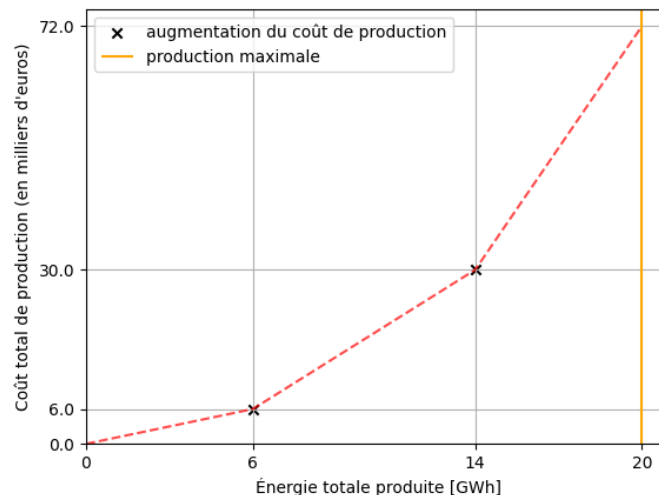

FIGURE 1 – Exemple d'évolution de coût de production pour une centrale à gaz
- **Les centrales à gaz** : Celles-ci sont plus flexibles et vont nous permettre de compenser les manques du solaire et de l'éolien. Par contre, elles n'ont pas un coût de production marginalement nul, car il faut acheter et brûler du gaz. On suppose pour les besoins de l'exercice que le coût marginal de production du GWh n'est pas linéaire pour une centrale dû à une baisse d'efficacité avec la quantité produite. On modélisera cette baisse d'efficacité par une fonction linéaire par morceaux et convexe. Un exemple d'une telle évolution de coût se trouve sur la Figure 1.